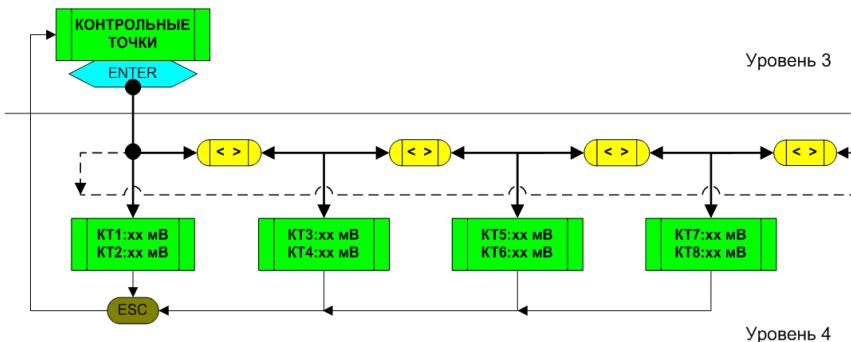

Рис. 3.3. Структурная схема раздела «КОНТРОЛЬНЫЕ ТОЧКИ» системного меню ПУ
На рис. 3.3. изображена структурная схема раздела «КОНТРОЛЬНЫЕ ТОЧКИ», включающая 3 и 4-й уровни системного меню.
3.2.3.3. При минимальной чувствительности (коэффициенте усиления в тракте обработки) оценить уровень сигналов в различных контрольных точках платы БЭ. Для этого с помощью клавиш «ESC» и «←→» из раздела «TEST» перейти в раздел «КОНТРОЛЬНЫЕ ТОЧКИ» (рис. 3.3.). Нажав «ENTER», перейти в подраздел «KT1, KT2», далее с помощью клавиш «→» или «←» наблюдать за другими подразделами («KT3»...«KT8»). На ЖК-индикаторе в течение 1...2 минут наблюдать сменяющиеся с каждым измерительным циклом (3 с) показания максимальных (по модулю) значений сигналов за это время, выраженные в мВ. Если БЭ функционирует в нормальном (штатном) режиме, то эти значения не должны выходить за пределы измерений, представленные в табл. 3.1.
2. Частота механического отклика СЗ на ветровую помеху незначительно, но все же зависит от скорости ветра и направления. Поэтому при измерении и дальнейшем усреднении результатов рекомендуется выбирать наиболее сильные порывы ветра и направление, перпендикулярное линии распространения СЗ. Такие порывы приводят к возникновению наибольших помеховых сигналов, которые можно контролировать в подразделе «КТ5» раздела «КОНТРОЛЬНЫЕ ТОЧКИ» (рис. 3.3.).